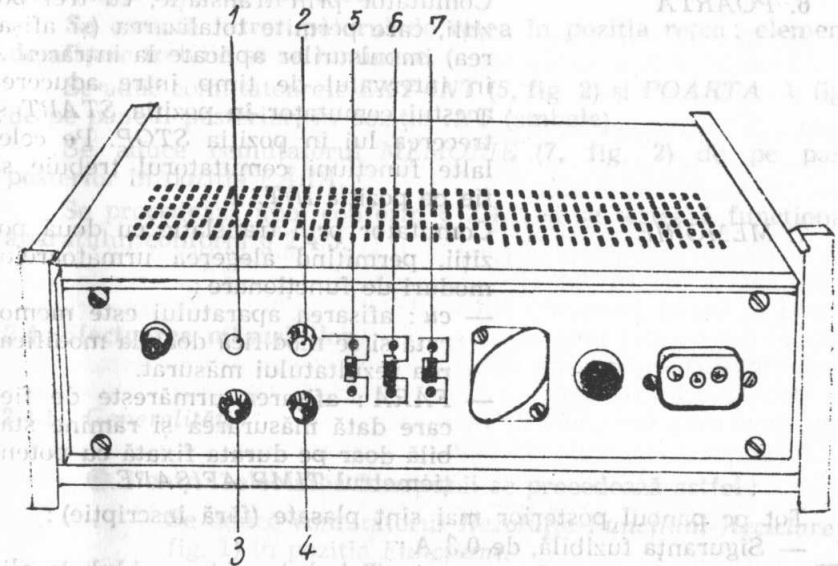

Fig. 2. Elemente de pe panoul posterior.
Cumulează impulsuri în timpul intervalului dintre trecerea comutatorului „POARTA” (fig. 2, poz. 6) din poziția „START” în poziția „STOP”.
Se aduc comutatoarele **EXT-INT** (5, fig. 2) și **POARTA** (6, fig. 2), de pe panoul posterior, în poziția **INT** (ambele).
Se aduce comutatorul **MEMORIE** (7, fig. 2) de pe panoul posterior în poziția **FĂRĂ**.
- Comutatoarele EXT-INT (5, fig. 2) și POARTA (6, fig. 2), de pe panoul posterior : în poziția INT (ambele) ;
- Comutatorul MEMORIE (7, fig. 2) de pe panoul posterior în poziția FĂRĂ.
— Comutatorul *MEMORIE* (7, fig. 2) poate fi acum plasat în poziția *cu*, dacă utilizatorul dorește ca afișarea să rămînă stabilă cît timp rezultatul măsurării nu se modifică.
● Comutatorul *MEMORIE* (7, fig. 2) de pe panoul posterior în poziția *FĂRĂ*.